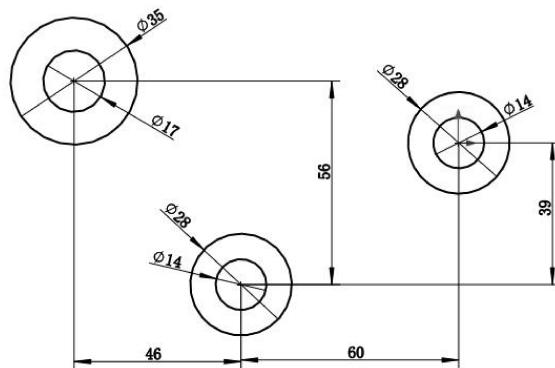

图 2-16 尺寸约束绘制的圆
- 04 单击【智能尺寸】按钮 $\diamond$ ，对圆进行尺寸约束（将在后面章节详解尺寸约束的用法），结果如图 2-16 所示。